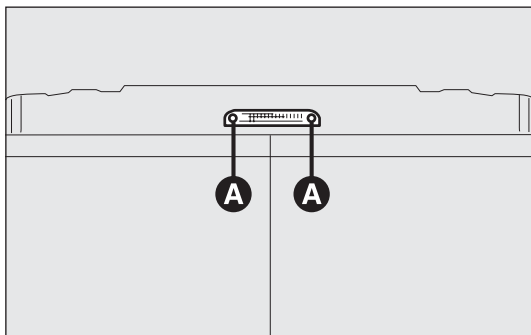

fig. 201
- draai de twee bevestigingsschroeven A-fig. 201 los;